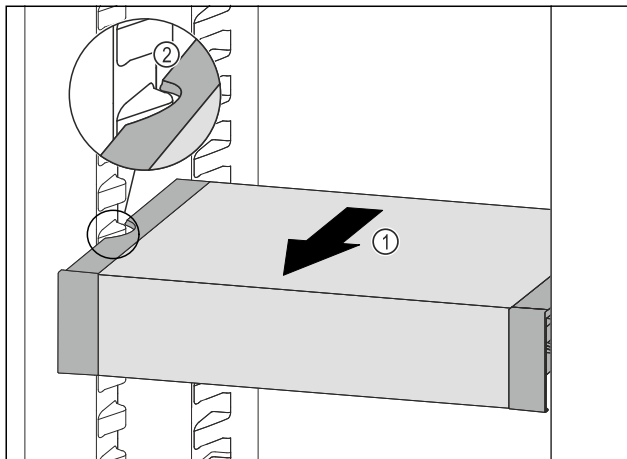

Fig. 134
- Trageți în față VarioSafe Fig. 134 (1), până când degajările laterale ale VarioSafe se află la înălțimea nervurii recipientului din frigider. Fig. 134 (2)